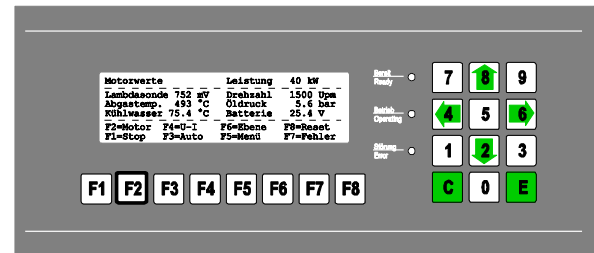

Рис. 24 Отображение параметров двигателя с помощью функциональной клавиши F2; возврат к основному экрану клавишей C (цифровое поле)
- Для проверки параметров двигателя нажать функциональную клавишу F2 (Рис. 24).